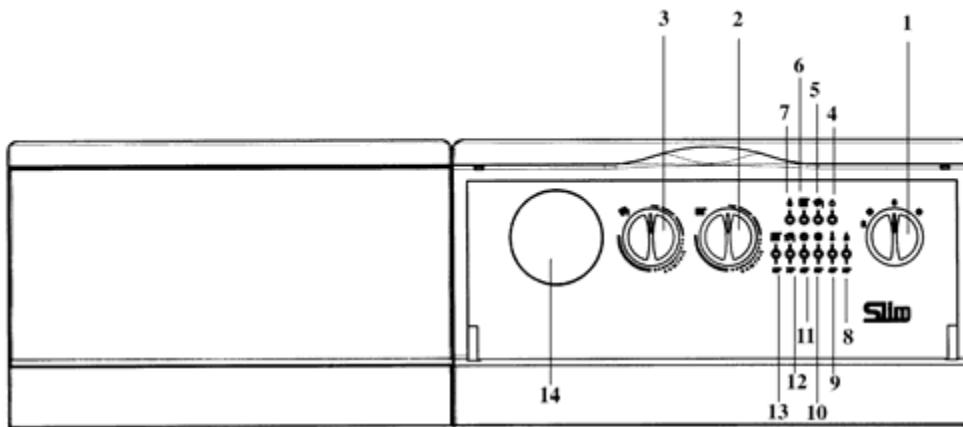

Рис. 1: Панель управління котла
- встановити перемикач режимів «літо -зима» (Рис. 1, позиція 1) у потрібний режим;
- встановити регулятор температури води в системі опалювання (рис.1, позиція 2) на потрібне значення;
- встановити регулятор температури води в бойлері (рис.1, позиція 3) на потрібне значення;
Для більш економної та простої роботи котла рекомендується встановити регулятор в положення «COMFORT». Якщо перемикач режимів «літо-зима» встановлений в положення «зима», то при досягненні заданої температури води у бойлері котел автоматично перемикається на роботу в системі опалювання (пріоритет ГВП). Режим роботи в системі ГВП може бути виключений шляхом установки регулятора температури води в бойлері (рис.1 позиція 3) на мінімальне значення, необхідне для захисту бойлера від замерзання.
Якщо перемикач режимів «літо-зима» встановлений в положення «зима», то при досягненні заданої температури води в бойлері котел автоматично перемикається на роботу в системі опалювання (пріоритет ГВП). Режим роботи в системі ГВП можна виключити, встановивши ручку (рис.1, позиція 3) в положення мінімуму, що відповідає роботі бойлера в режимі «антизаморожування».
Важлива інформація: при перемикачі режимів «літо - зима» (Рис. 1, позиція 1), встановленому в положенні «зима» , перед кожним черговим включенням котла по сигналу регулятора системи опалювання встановлена затримка на декілька хвилин (для того, щоб уникнути частих включень/виключень). Для того, щоб пальник включився відразу, переведіть перемикач в положення (0), а потім знову встановіть режим «зима».
- встановити перемикач режимів літо-зима (рис.1, позиція 1), в положення “літо”;
- встановити регулятор температури води в бойлері (рис.1, позиція 3) на потрібне значення.
Увага! При першому включені всередині труби подачі газу можуть утворитися повітряні пробки. У таких випадках пальник не включатиметься і відбудеться блокування котла по газу (спалахує червона лампочка блокування котла - Рис. 1, позиція 8). При виникненні даної проблеми повторіть процес включення котла до надходження газу в пальник, короткочасно встановивши перед включенням перемикач режимів (Рис. 1, позиція 1) в положення R (скидання).
Даний пристрій може бути забезпечений кімнатним термостатом для контролю температури опалювального приміщення. В цьому випадку регулятор температури води в системі опалювання (рис.1, поз. 2) встановлюється в максимальне положення, а сигнали на включення і виключення котла поступають від кімнатного термостата.
За відсутності кімнатного термостата температура приміщення регулюється непрямим чином за допомогою регулятора температури води в системі опалювання (рис.1, поз. 2); за таких умов насос системи опалювання працює постійно. Для збільшення температури повернути регулятор за годинникою стрілкою, для зменшення - проти годинникою стрілки.
- Встановити перемикач режимів (Рис. 1, поз. 1) в положення «літо» ☀. В цьому випадку котел працюватиме тільки на контур ГВП.
- Встановити перемикач режимів (Рис. 1, поз. 1) в положення (0), прослідкувавши, щоб лампочка-індикатор (Рис. 1, позиція 2) згасла; таким чином припиняється подача електрики на котел.
Регулятор температури води в бойлері (Рис. 1, поз. 3) може використовуватися тільки за наявності накопичувального бойлера. В цьому випадку можливо відрегулювати температуру води контуру ГВП, встановивши регулятор на потрібне значення.
Приоритет ГВП можна відключити встановивши регулятор (Рис. 1, поз. 3) на мінімальне значення відповідно до функції захисту від замерзання води в бойлері.
- перемикач режимів (рис.1, позиція 1) не встановлений в положення (0);
Якщо Ви не хочете нагрівати воду в бойлері, переведіть регулятор температури гарячої води (рис.1, позиція 3) на мінімальне значення (0); електронна система управління простежить за тим, щоб температура не опускалася нижче 5°C.